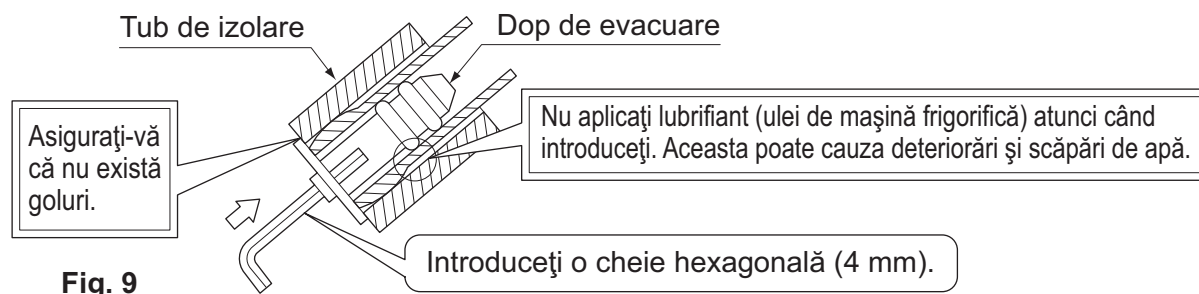

Fig. 9
- Scoateți dopul de evacuare, tubulatura de izolație, și furtunul de evacuare din tava de evacuare și înlocuiți. (**Consultați Fig. 9**)
- Mulați tubulatura locală a agentului frigorific în avans, potrivind-o la semnele conductei de lichid și conductei de gaz marcate pe panoul de instalare (1).